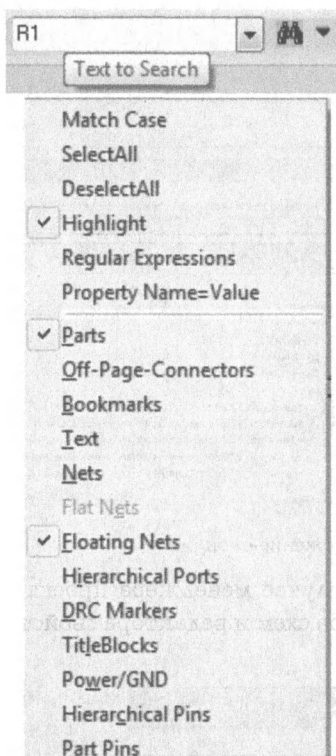

Рис. 1.50. Панель поиска
2. В меню Edit выберите команду Find. Появится панель поиска (рис. 1.50). Для указания компонента на схеме выберите Highlight.